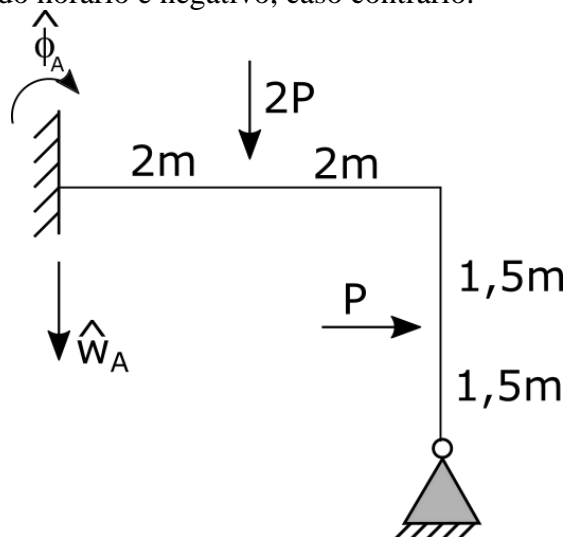

Figura 3 - Esquema estrutural para estudo no item c).
- c) Considere o problema ilustrado na Figura 3. Todas as barras têm produto de rigidez à flexão $EI = 200 \text{ kNm}^2$. Para $P = 1 \text{ kN}$, as reações horizontal e vertical decorrentes do apoio duplo (vínculo à direita do desenho) são $0,72 \text{ kN}$ (para a esquerda) e $1,11 \text{ kN}$ (para cima), respectivamente. Sabendo que os valores dos recalques aplicados ao engaste a são $\hat{w}_A = 5 \text{ mm}$ e $\hat{\phi}_A = 5 \times 10^{-3} \text{ rad}$ segundo os sentidos indicados na Figura 3, calcule a rotação em torno do apoio duplo. Indique seu valor em rad e com sinal positivo em caso de rotação no sentido horário e negativo, caso contrário.